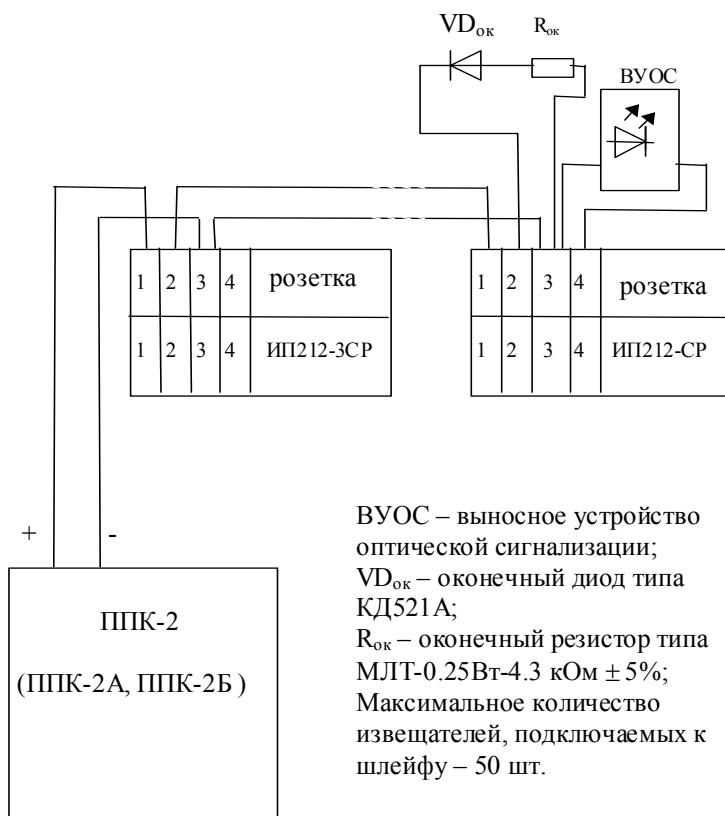

Рис. 7.1
7.5. Примеры схем подключения извещателей ИП 212-ЗСР к шлейфам пожарной сигнализации пульта ППК-2 и устройства сигнально-пускового пожарного УСПП-01Л приведены на рис. 7.1. и 7.2.